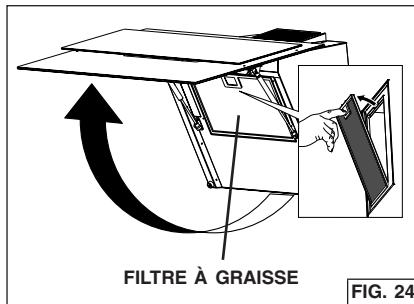

FIG. 24
1. Pour retirer le filtre à GRAISSE, enfoncez la languette de blocage pour dégager le filtre de la hotte. Inclinez le filtre vers le bas et retirez-le. Fig. 24.